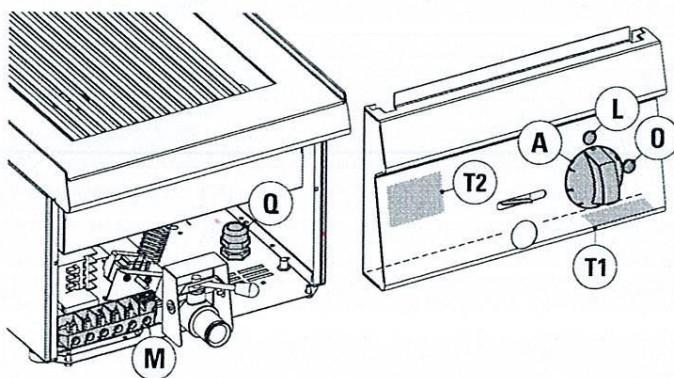

fig.2
Das Typenschild | T1 Abb.2 | befindet sich unter der Bedienblende (Beispiel):
Das Typenschild | T2 Abb.2 | befindet sich im Inneren hinter der Bedienblende. Es enthält folgende Daten (Beispiel):
Sollte das Speisungskabel ausgetauscht werden, ist der beiliegende Schaltplan zu berücksichtigen. Um Zugang zum Klemmbrett | M | (Abb. 2) zu erhalten, die Bedienblende abnehmen, nachdem die Befestigungsschrauben an der Blendenunterseite herausgeschraubt worden sind. Die Leiter des Netzkabels an der Klemmleiste entsprechend der Angaben im elektrischen Schaltplan anschließen. Das Kabel neben der Klemmleiste führen und außerdem immer dem Boden entlang verlegen und mit der Kabelklemme | Q | Abb.2 fixieren.
- Den Drehschalter | A | Abb.2 drehen, bis die Anzeige an der Bedienblende mit dem gewünschten Leistungspegel übereinstimmt.
- Das Aufleuchten der grünen Kontrollleuchte | L | Abb. 2 zeigt an, dass die Regulierung der Leistung aktiv ist (Gerät unter Spannung).